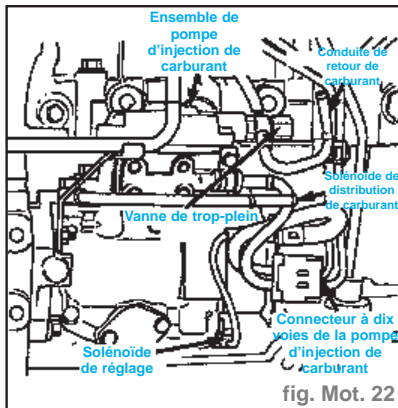

fig. Mot. 22
- Le solénoïde de réglage de carburant se trouve à la base de la pompe d'injection (fig. Mot. 22).